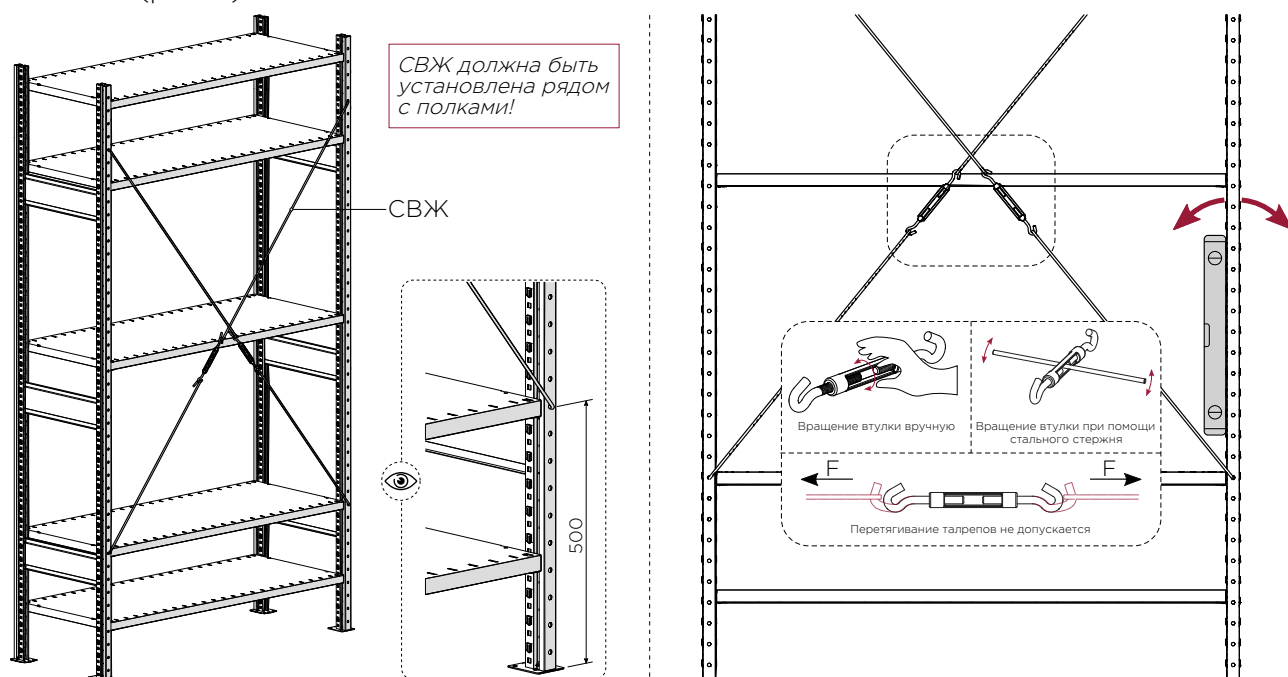

Рисунок 8 — Установка СВЖ в стартовой секции
8. Установить систему вертикальной жесткости (СВЖ) и отрегулировать ее с помощью уровня типа УСЗ (ГОСТ 9416–83) длиной 500 мм, выставив стойки в вертикальное положение (рис. 8).